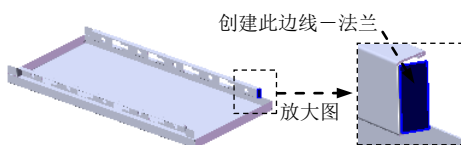
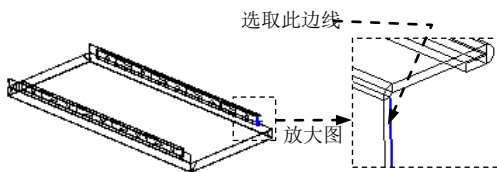

图 17.6.51 创建边线—法兰 21
图 17.6.52 定义特征的边线
Step25. 用相同的方法创建另一侧的边线—法兰 21 (图 17.6.51), 边线法兰的边线如图 17.6.52 所示。详细操作过程参见 Step19。